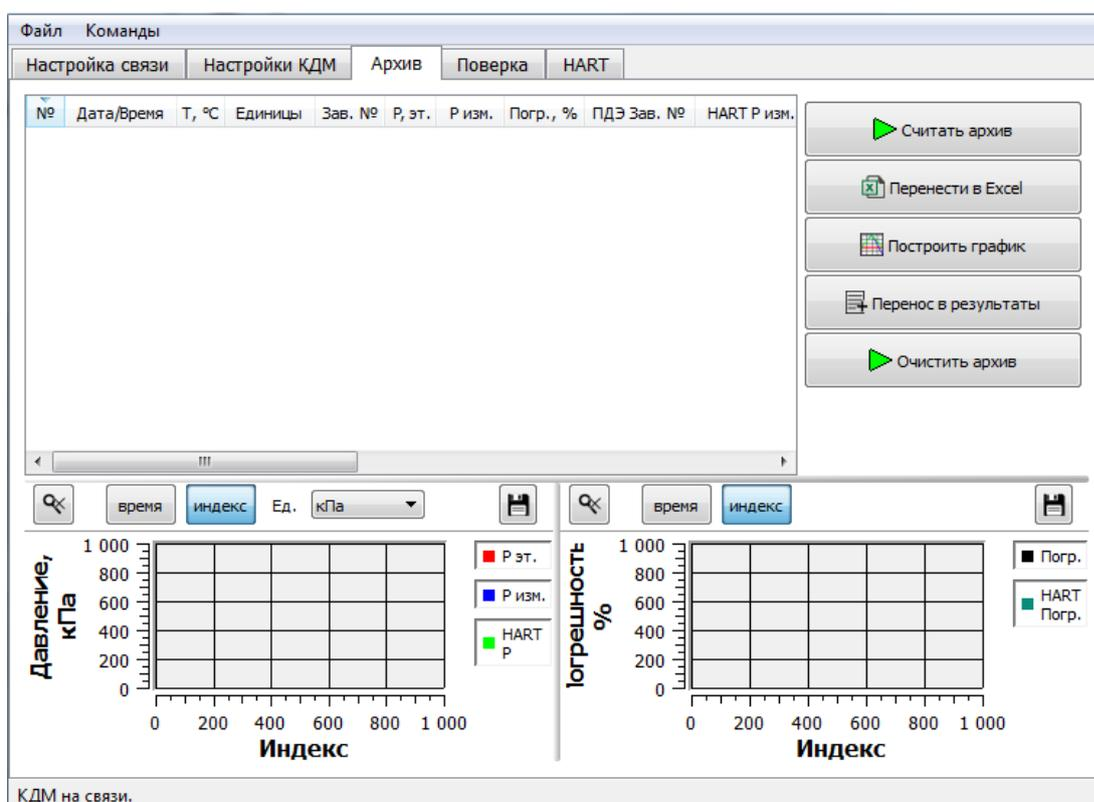

Рис.3 Вкладка «Архив»
19.2.1.1 Вкладка «Архив» (Рис.3) предназначена для работы с архивом калибратора и позволяет выполнить следующие действия: